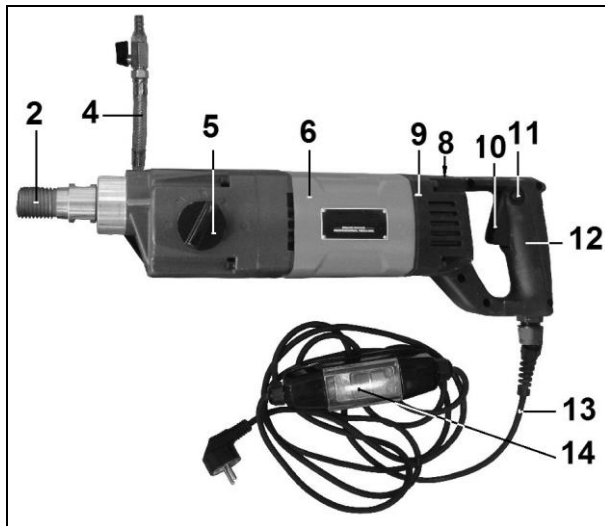

Рис. 4 Энкор ДАЭ-3 165Э (Арт. 48116)
- Для ДАЭ-3 165Э: Вверните в отверстие дрели узел подачи воды (4) (Рис. 4).